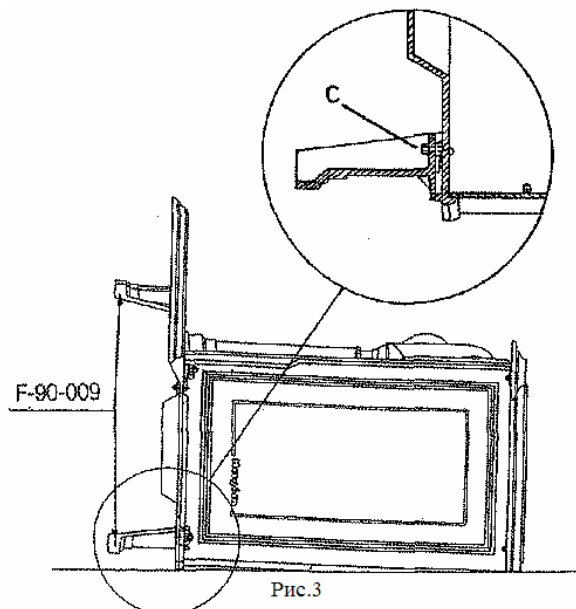

Рис.3
4. Прикрепите ножки (F-90-009) с внутренней стороны корпуса лотка (F-90-007) и на полу (F-180) (1), закрепите их с помощью винтов М.8х15 и шайб. См. рис. 3, (деталь "С").